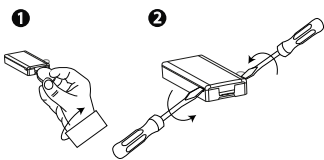

Figure 4: Retrait du capot de l'appareil
1. Retirez le capot. Voir la Figure 4.
Avant de procéder au test, séparez le capot du socle. Remarque: Voir la Figure 4.